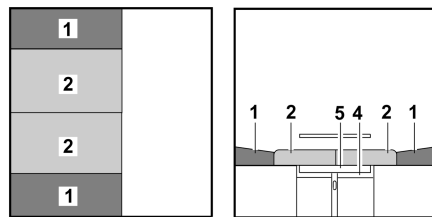

Bild 68 Nach dem Umbau
- Die Sitzpolster (Bild 68,2) zur Mitte ziehen.
- Die Rückenpolster (Bild 68,1) zwischen die Sitzpolster und die Wand legen.